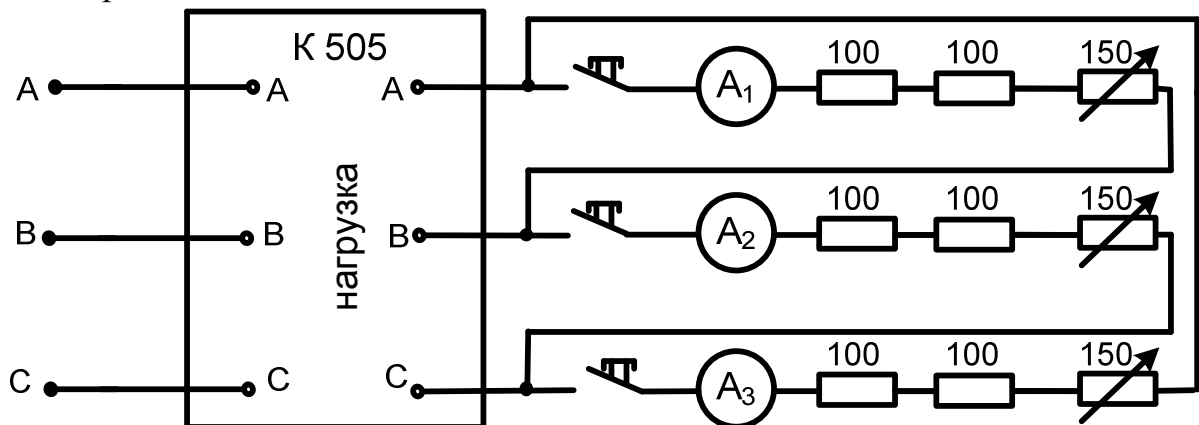

Рис. 6.3
Для проведения лабораторной работы собирается схема (рис. 6.3) с измерительным комплектом К 505. Напряжение подается от трехфазного источника питания с линейным напряжением 220 В. Нагрузкой служат резисторы.
6.4.1. Собрать схему (рис.6.3). Снять показания приборов при следующих режимах: